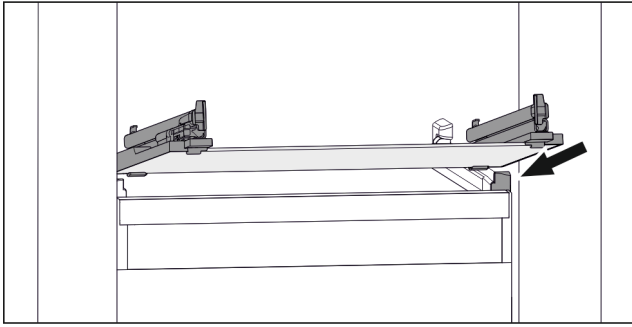

Fig. 52 Beispielhafte Darstellung der Glasplatte
- ▶ Glasplatte schräg hinter den Stopperrn aufsetzen. (siehe Fig. 52)